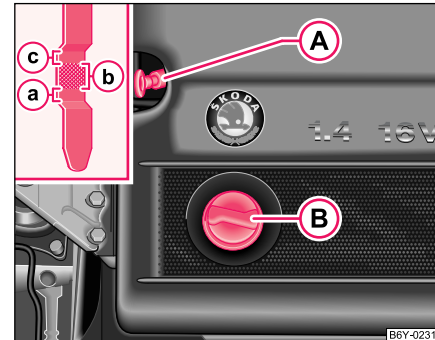
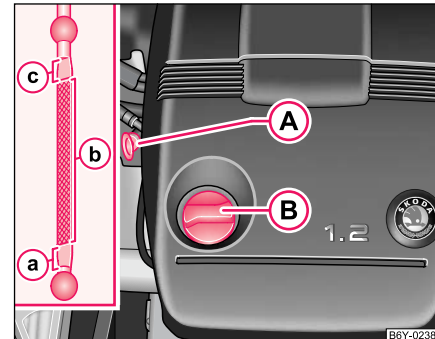

Abb. 127 Ölmesstab beim Motor 1,4 l/74 kW
Abb. 128 Ölmesstab beim Motor 1,2 l/40 kW ▶
In der Abbildung ist wegen der Anschaulichkeit nur ein Teil eines Motorraumes mit Motor 1,4 l/74 kW ⇒ Seite 177, Abb. 127 und 1,2 l/40 kW abgebildet ⇒ Seite 177, Abb. 128.
- Schrauben Sie den Deckel der Motoröleinfüllöffnung ab  ⇒ Seite 177, Abb. 128.